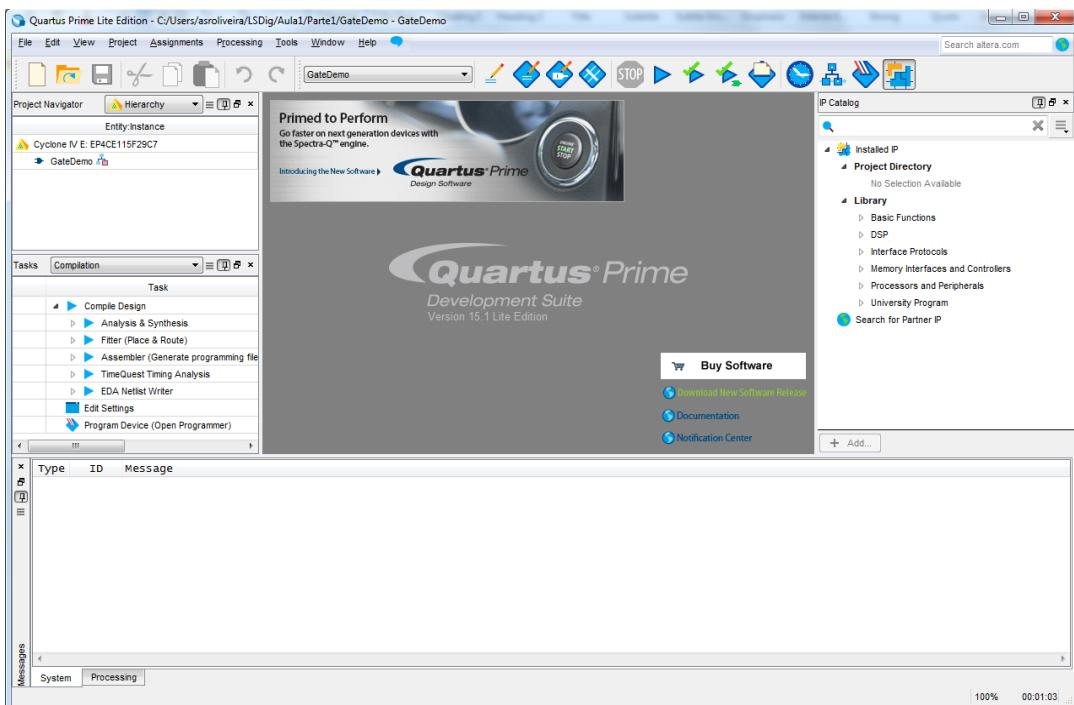

Figura 10 – Aspetto do “Quartus Prime” IDE após a criação do projeto.
**2.** Após premir “Finish” o IDE “Quartus Prime” deve apresentar o aspetto da Figura 10.